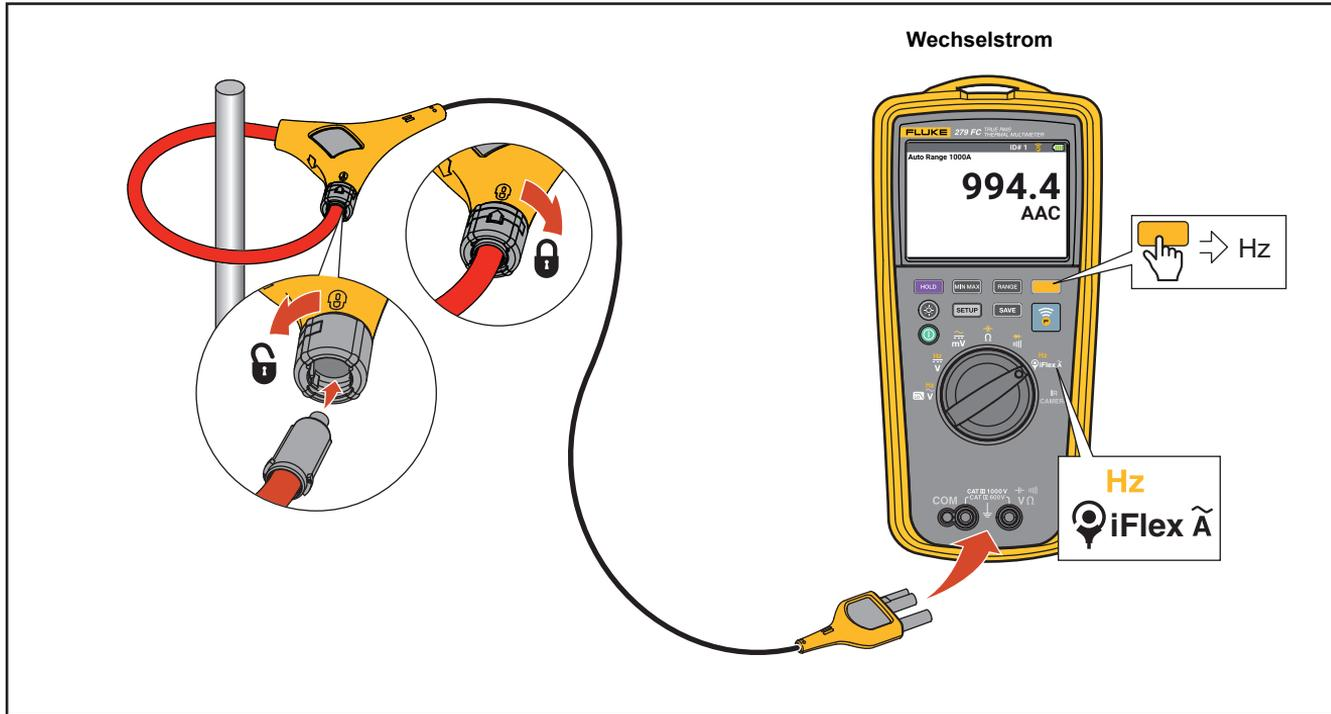

Abbildung 10. Wechselstrommessung
- Wechselstrommessung, siehe Abbildung 10
1. Die Stromzange iFlex an den Eingang des Multimeters anschließen. siehe Abbildung 10